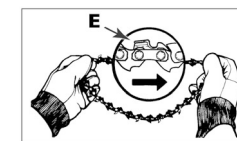

Fig. 3C
1. Spreid de ketting uit, waarbij de scherpe randen (E) van de ketting in de DRAAI-RICHTING moeten wijzen (zie Fig. 3C).
4. Spreid de ketting uit, waarbij de scherpe randen (E) van de ketting in de DRAAIRICHTING moeten wijzen (Fig. 3C).